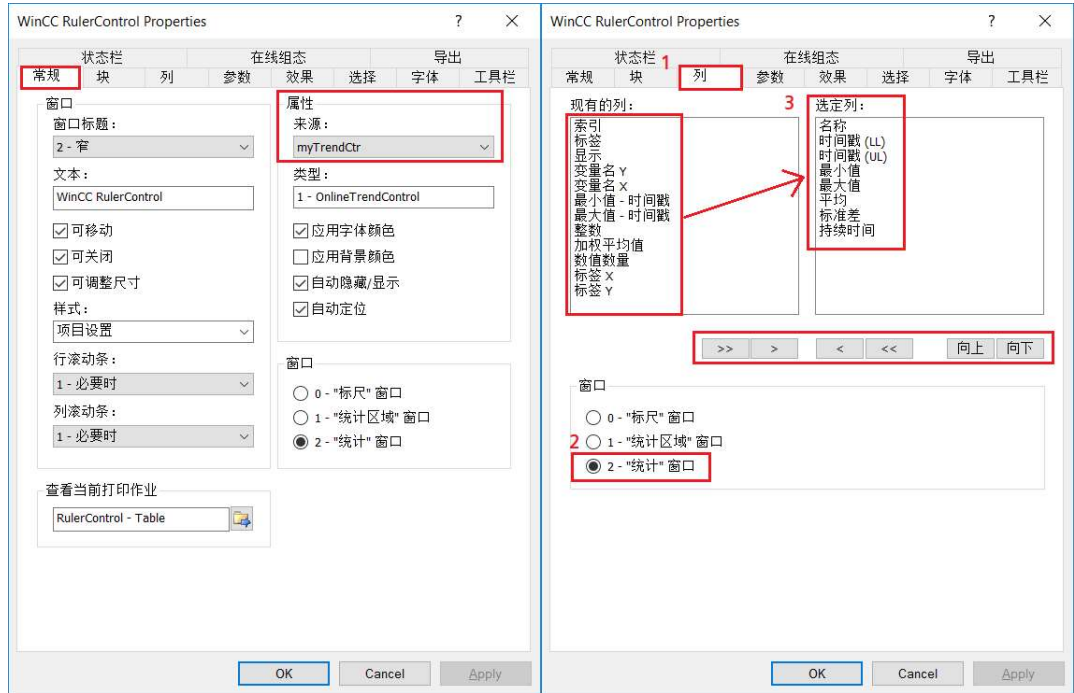

图 7
3. 在画面中添加 WinCC RulerControl 控件。设置控件的数据源为在线趋势控件。在属性对话框的“列”页，激活“统计”窗口项，并配置显示列的内容和顺序。在“列”页中，通过画面中的箭头按钮可以把“现有的列”添加到“选型的列”中，通过“向上”和“向下”按钮可以调整列的顺序。其中“时间戳 (LL)”表示统计的开始时间，“时间戳 (UL)”表示统计的结束时间。详细如图 7 所示。